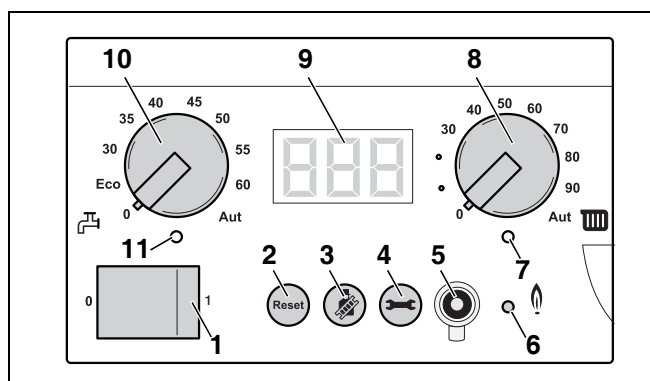

Fig. 52 BC10
- Druk de serviceknop (→ fig. 52, [4], pag. 46) eventueel een aantal keren in tot de drukweergave (bijv. "P0.0") wordt weergegeven.